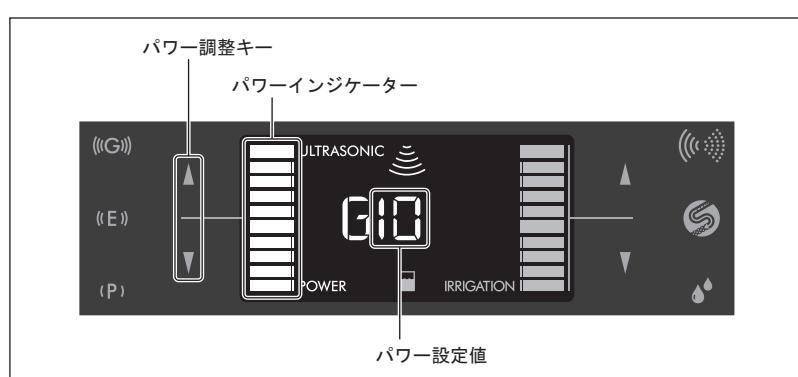

図20
- パワー調整キー（▲/▼）を押してパワーを設定してください。パワーにあわせてパワー設定値とパワーインジケーターが増減します（図20）。